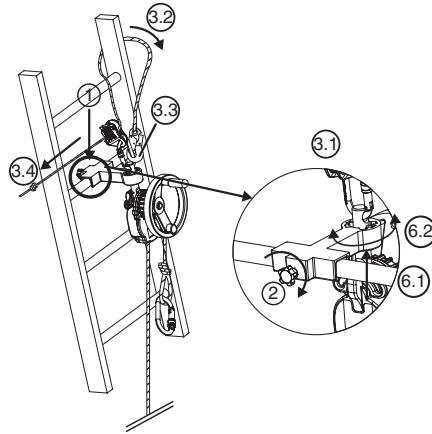

Fig. 7
6. Vend derope™ apparat efter behov ved at ændre tilkoblingsaksens position i indekseringsanordningen (Fig. 7, 6.1 – 6.2).
### 6.3.3. derope™ UP K apparat (Fig. 7)
1. Installer den lille støttekonsol på stigens trin i den valgte position for at foretage redningsaktionen over den person, der skal evakueres (Fig. 7, 1).
2. Fastspænd blokeringsaksen, der sidder bag på støttekonsollen, ved hjælp af fastspændingsbolten (Fig. 7, 2).
- Fastgør forbindelsesleddet til indstillingasanordningen LCM 05 i hullet øverst på tilkoblingsaksen (Fig. 7, 3.1).
- Før sikringslinen omkring det trin på stigen, som ligger umiddelbart ovenover konsollen, ved at føre den omkring en af stigens vanger (Fig. 7, 3.2).
- Kobl sikringslinens forbindelsesleddet sammen med forbindelsesleddet på indstillingasanordningen LCM 05 (Fig. 7, 3.3).
- Stram sikringslinen ved at trække på den frie streng (Fig. 7, 3.4).